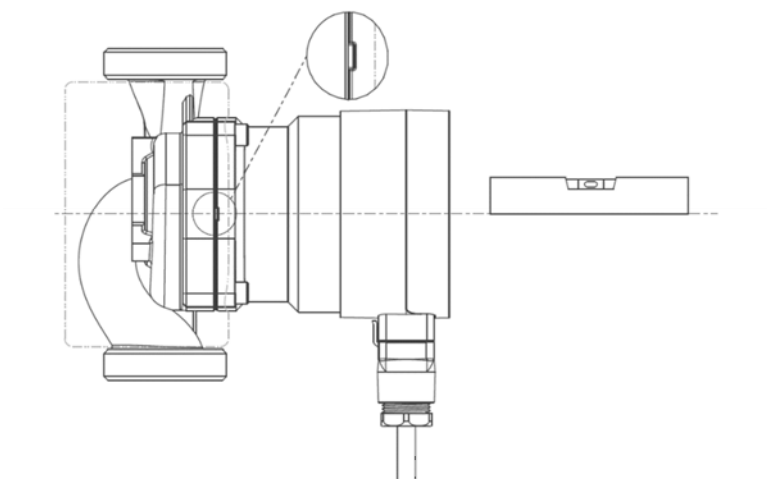

Рис. 2
- На корпусе электродвигателя имеются отверстия для отвода конденсата. Для этих отверстий не должна применяться теплоизоляция, так как это может привести к нарушению процесса охлаждения двигателя или отвода конденсата (рис. 2).